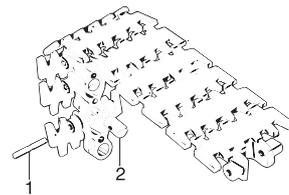

Рис. 4 Соединительные звенья цепи
- 5 Вставить стальной болт с помощью цанги для монтажа цепи (рис. 4)